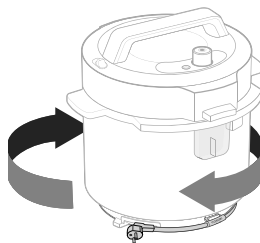

Abbildung 10.10
3. Wickeln Sie das Netzkabel im Uhrzeigersinn um den Sockel des Schnellkochtopfs und hängen Sie den Stromkabel-Clip in den Kabelhaken ein. **[Abbildung 10.10]**